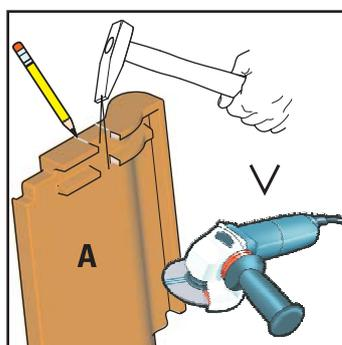

Fig. 3-14 Enlevez les points de passage des crochets et les entretoises des tuiles
15. Enlevez les dernières entretoises inférieures des tuiles sur les points de passage marqués des crochets ou bien supprimez-les à l'aide de la tronçonneuse à meule (fig. 3-14).